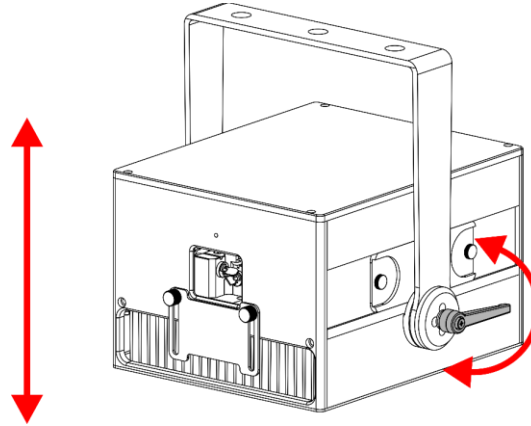

Fig. 11
- 01) Gire los **tornillos de ajuste (04)** en sentido antihorario para aflojarlos.
- 02) Inclíne la unidad hasta el ángulo deseado (véase la Fig. 11).
- 03) Gire los **tornillos de ajuste (04)** en sentido horario para apretarlos. Asegúrese de que la unidad no se pueda mover libremente después de haber apretado los **tornillos de ajuste (04)**.